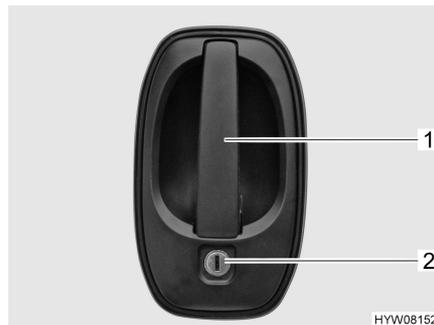

Bild 6 Türschloss Eingangstür, außen
- Schlüssel in Schließzylinder (Bild 6,2) stecken und drehen, bis das Türschloss entriegelt ist.
- Am Türgriff (Bild 6,1) ziehen. Die Tür ist geöffnet.
- Schlüssel in Schließzylinder (Bild 6,2) stecken und drehen, bis das Türschloss verriegelt ist.